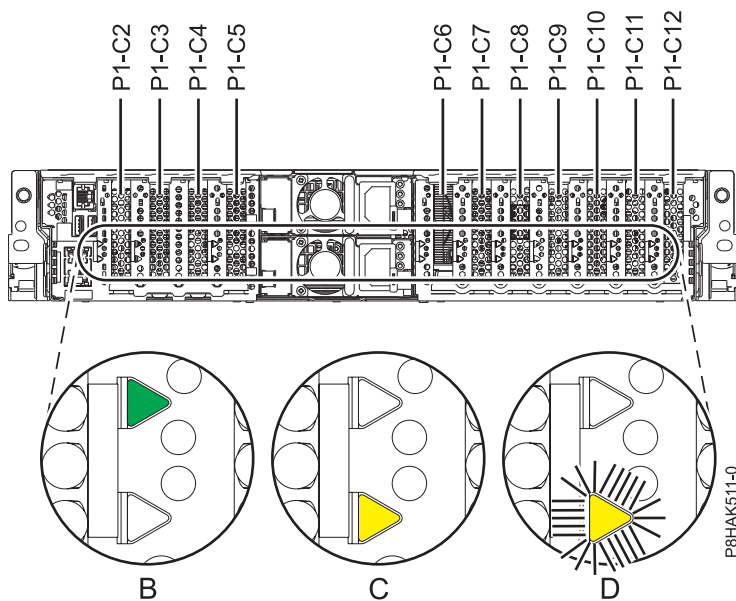

Abbildung 19. Positionen der PCIe-Adaptersteckplätze und LEDs in einem System vom Typ 5148-21L, 5148-22L, 8247-21L, 8247-22L, 8284-21A oder 8284-22A
Wenn Sie einen fehlerhaften PCIe-Adapter warten, suchen Sie nach der blinkenden gelben Anzeige für den fehlerhaften PCIe-Adapter, die Sie bei dem Schritt zum Ermitteln des fehlerhaften Teils auf Blinken gesetzt haben. In Abb. 19 auf Seite 36 wird der Status der LEDs angezeigt. Beachten Sie, dass die gelbe LED für den fehlerhaften PCIe-Adapter **blinkt**, wie unter (D) in Abb. 19 auf Seite 36 dargestellt.
Achtung: Wenn der PCIe-Adapter ordnungsgemäß funktioniert, ist die grüne Aktivitätsanzeige **AN** und die gelbe Fehler-LED **AUS**, wie unter (B) in Abb. 19 auf Seite 36 dargestellt. Versuchen Sie nicht, den funktionierenden PCIe-Adapter auszubauen.